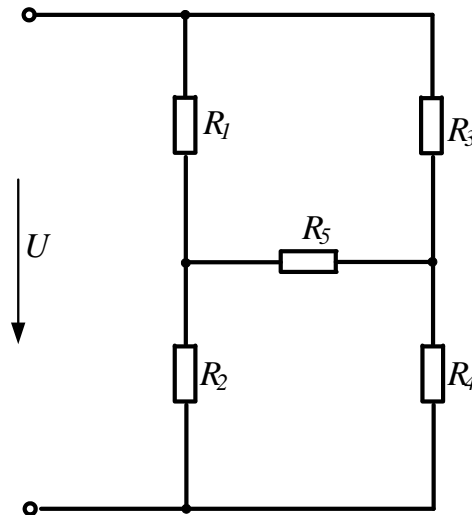

Рисунок 29
**Задача 22.** В цепи (рис. 29) сопротивления  $R_1=2\text{Ом}$ ,  $R_2=3\text{Ом}$ ,  $R_3=4\text{Ом}$ ,  $R_4=5\text{Ом}$ ,  $R_5=8\text{Ом}$  и напряжение на зажимах цепи  $U=80\text{В}$ . Определить токи в ветвях и в неразветвленной части цепи. Задачу решить методом контурных токов.